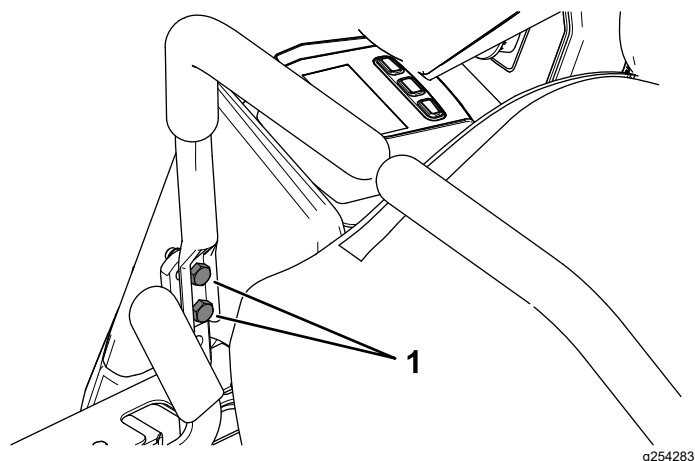

Figura 53
12. Serrate i 2 bulloni per il montaggio della leva di comando del movimento (Figura 53).
10. Se è necessario un allineamento, allentate i 2 bulloni per il montaggio della leva di comando del movimento sul lato disallineato (Figura 53).